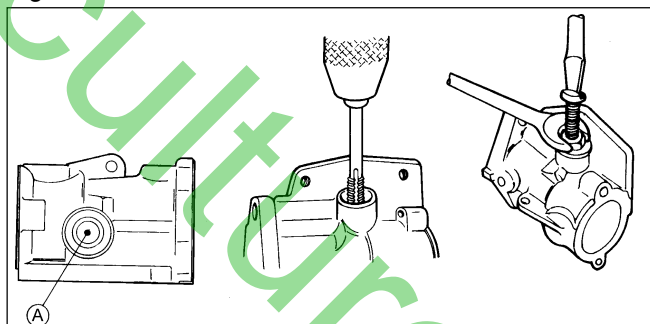

Fig. 10
Après avoir déposé le coude, extraire la soupape pour la remplacer. Pour cette opération, procéder comme suit (se reporter à la Fig. 10).
- Retirer le taraud et avec une vis de 5/32", un écrou et une rondelle (montés comme sur la Fig. 10 - Pièce 3), extraire la soupape. Après avoir vissé la vis dans le trou taraudé, la tenir avec un tournevis et dévisser l'écrou avec une clef. La soupape sera extraite par la vis.